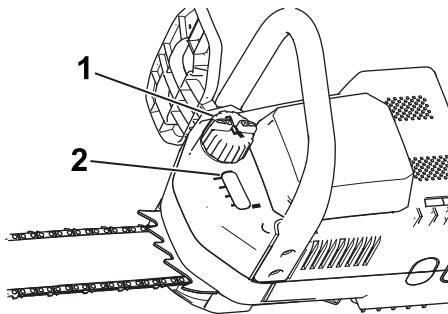

Figura 26
2. Observe el nivel de aceite en la mirilla. Si no puede ver aceite en la mirilla, agregue aceite para cadenas a la motosierra (Figura 26).
3. Limpie la zona alrededor del tapón de aceite (Figura 26).
4. Retire el tapón y vierta aceite en la motosierra hasta que el aceite llene la mirilla (Figura 26).